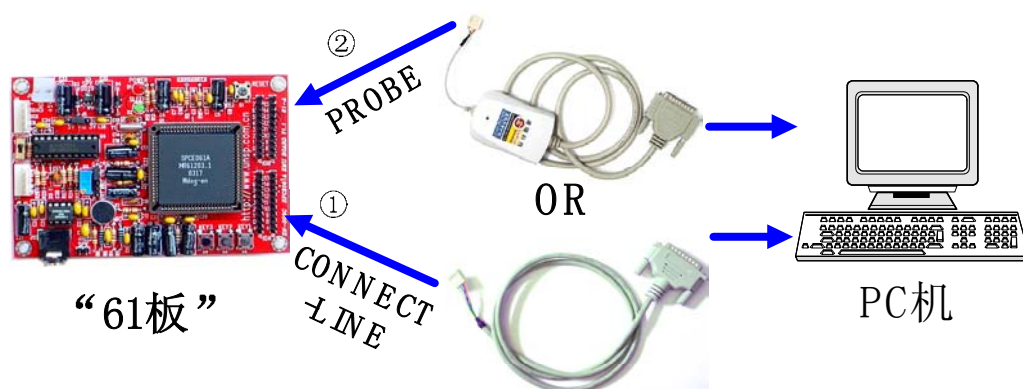

图 1.2 “61 板”、PROBE/下载线、计算机三者之间的连接图
1、简易开发如图 1.2 中的①:
2、使用在线调试器（probe）如图 1.2 中的②:
“61 板”的开发是通过 EZ-PROBE 或在线调试器 (PROBE) 实现的。用它可以替代在单片机应用项目的开发过程中常用的两件工具——硬件在线实时仿真器和程序烧写器。他们都利用了 SPCE061A 芯片内置的在线仿真电路 ICE(In- Circuit Emulator)和凌阳公司的在线串行编程技术。EZ-PROBE 和 PROBE 均工作于凌阳 IDE 集成开发环境软件包下，他们对应的 5 芯的仿真头分别连接到“61 板”的缓冲电路输入管脚和 SPCE061A 芯片相应管脚上，实现在目标电路板上的 CPU (SPCE061A) 调试、运行用户编制的程序；另一头是标准 25 针打印机接口，直接连接到计算机打印口与上位机通讯（如图 1.2），在计算机 IDE 集成开发环境软件包下，完成在线调试功能。
- 2、在线调试器（PROBE）的连接如图 1.2 所示，一端接 PC 机 25 针并口，一端接“61 板”的 5pin 接口 J4；如果使用 EZ-probe, 请将一端接 PC 机 25 针并口，一端接“61 板”的 5pin 接口 J11。
图 1.6 中 J4 为 PROBE 的接口，该接口有 5pin，其中两个分别是地（VSS）和 3.3v 电源（VCC），在前面介绍如何开发时已经讲过，我们就是通过 PROBE 一端接 PC 机 25 针并口，一端连接它来调试、仿真和下载程序的。这样，就不需要再用仿真器和编程器了，只要按图 1.2 所示将其连接好，就可以通过它在 PC 机上调试程序，并且在线仿真，最后将程序下载到芯片中，即完成了程序的烧写。